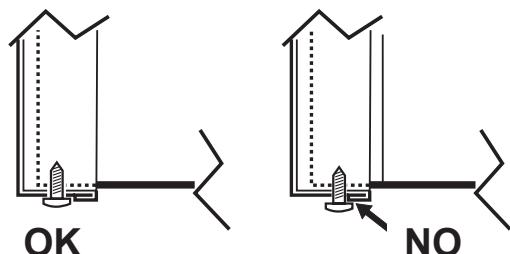

fig. 28 - montaggio con viti inferiori
3. Procedere in ordine inverso per rimontare il pannello anteriore. Assicurarsi che sia fissato correttamente al pannello superiore e completamente in appoggio sui pannelli laterali. La testa della vite "A", una volta serrata, deve essere posizionata come indicato in "fig. 28 - montaggio con viti inferiori".